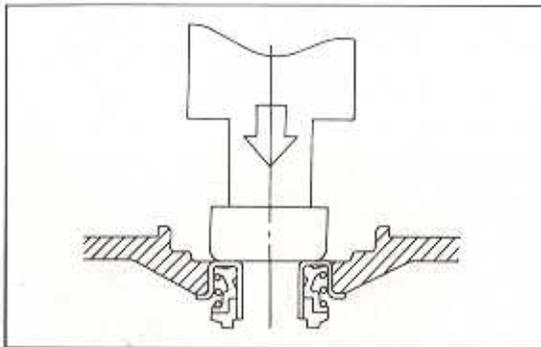

Bild 83
- Den Dichtring der «Kühlmittelseite» aus dem Flansch herausdrücken (Bild 83).